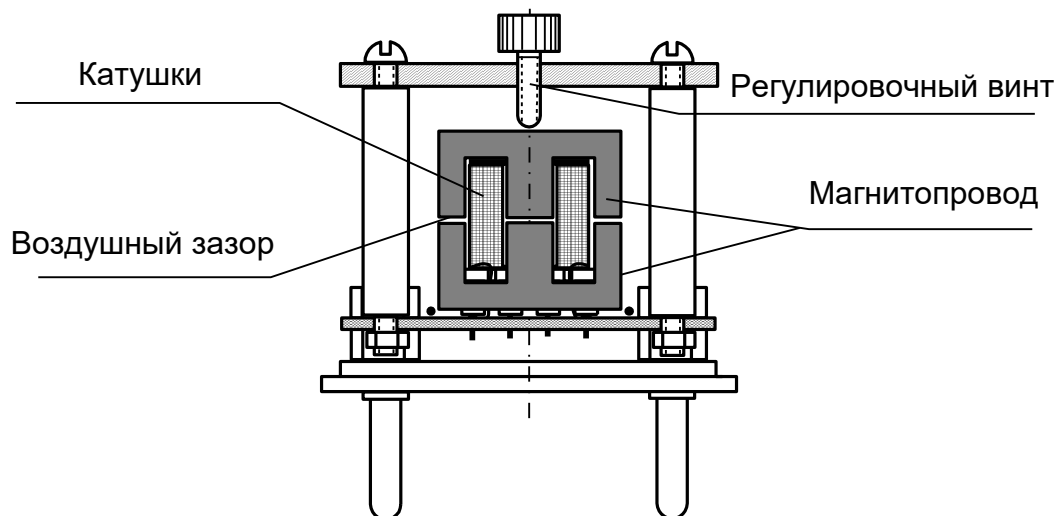

Рис.5.2. Магнитная цепь.
Исследуемая магнитная цепь схематично показана на рис. 5.2.
- Повторите опыт при всех значениях тока, указанных в табл. 5.1, рассчитайте магнитный поток  $\Phi = U_{\text{ВЫХ}} \cdot RC/w$  и магнитодвижущую силу  $I$ . Постройте экспериментальные графики  $\Phi(Iw)$  на рис. 5.2.
- По размерам, указанным на рис. 5.2 определите длины средних линий участков магнитной цепи  $l_1$  и  $l_2$  (при  $\delta = 0$ ), а также их сечения  $S_1$  и  $S_2$ .